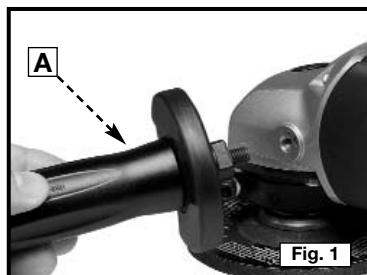

Fig. 1
Una agarradera (mango) auxiliar (A) Fig. 1 está incluida con su herramienta eso se puede instalar en o lado o encima del instrumento. Esta agarradera **DEBE USARSE TODO EL TIEMPO** para mantener el control completo de la máquina.